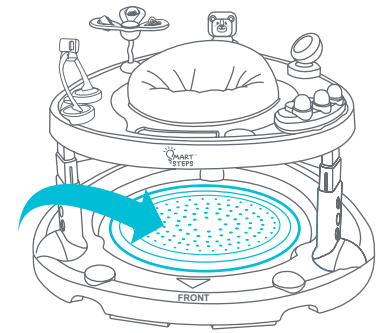

Fig. 9
- Inserta la Tablero de rebote de aire en la plataforma inferior (Fig. 9). **NOTA:** Asegúrese de empujar hacia abajo una vez que esté plano.